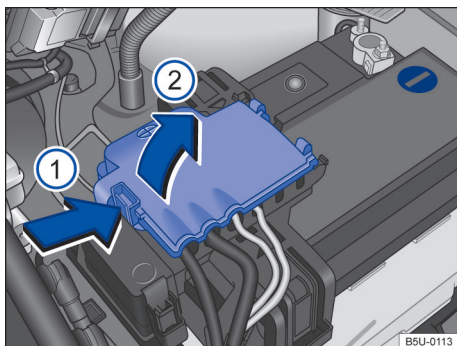

Fig. 139 Compartimento do motor: acesso ao terminal positivo da bateria.
- Abrir a cobertura do polo positivo. Para abrir pressionar a trava no sentido da seta → Fig. 139 ①, rebater a cobertura para o lado no sentido da seta ②.